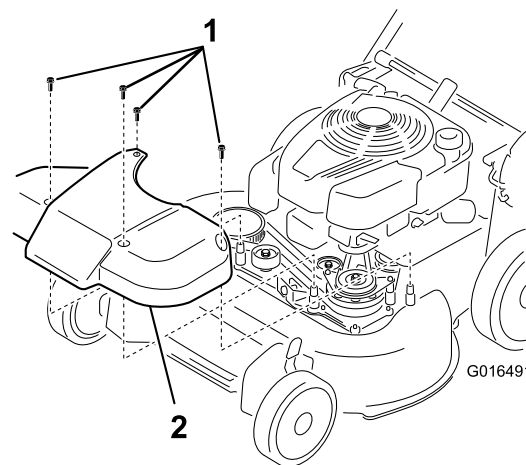

Рисунок 39
1. Снимите крышку системы привода ножей (Рисунок 39).